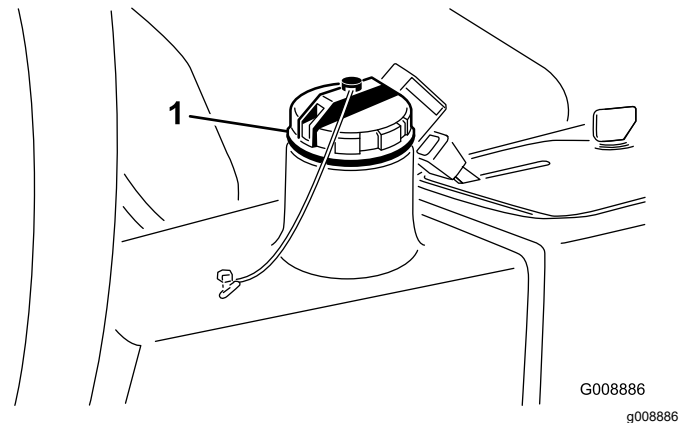

Bild 32
2. Reinigen Sie den Bereich um den Füllstutzen und den Deckel des Hydraulikbehälters (Bild 32).